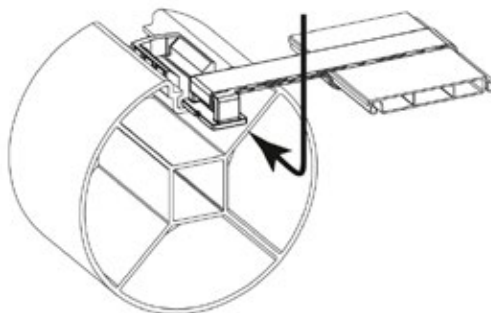

Abbildung 47 – Verbindung von Rollabdeckung und Achse
Die Installation der Haken ist in **Abbildung 47** beschrieben.
Die Befestigungsurte (8) sind bereits auf den ersten beiden Lamellen der Rollabdeckung angebracht. Verwenden Sie die Befestigungsplatte (1) als Bohrschablone, um die Wand an den Befestigungshaken der Rollabdeckung vorzubohren, also auf den zur Achse entgegengesetzten Wänden, genau vor den Befestigungshaken. Positionieren Sie die Befestigungsplatten, so dass die Stifte N mit dem Wasserpegel eben sind (**Abbildung 47**).